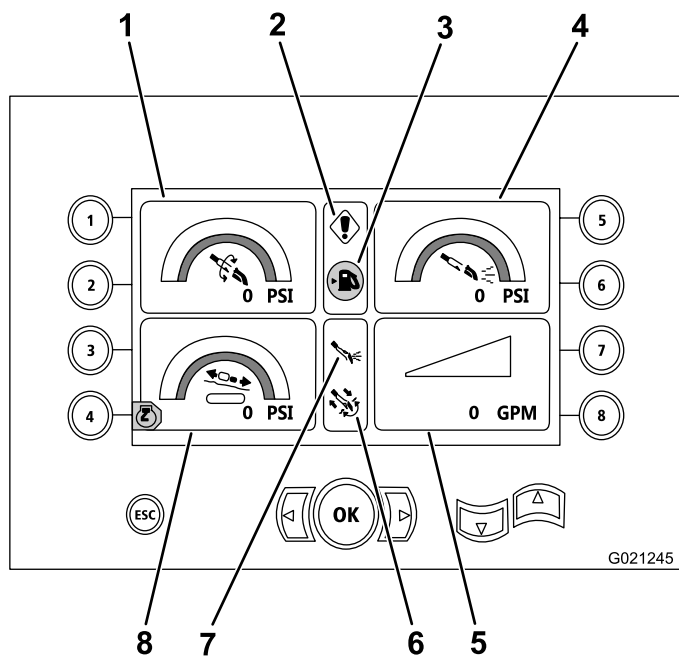

**Figure 16**
Cet écran indique la pression de rotation en psi, la pression du fluide de forage en psi, la pression du chariot en psi et le débit du fluide de forage en gpm (Figure 16).
- Avertissement de code d'erreur de forage et/ou de moteur (Figure 16)
- Avertissement de bas niveau de carburant (Figure 16)
- Fluide de forage activé (Figure 16)
- Forage automatique activé (Figure 16)